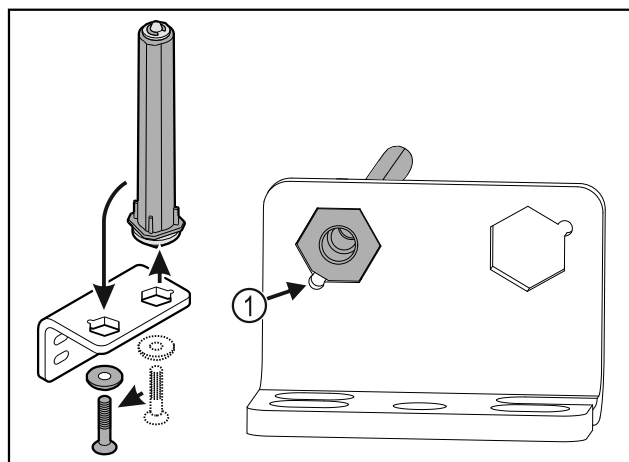

Fig. 19
- ▶ Dbejte, aby při vsazování ukazovalo zešíkmení čepu Fig. 19 (1) ke kulatému otvoru.